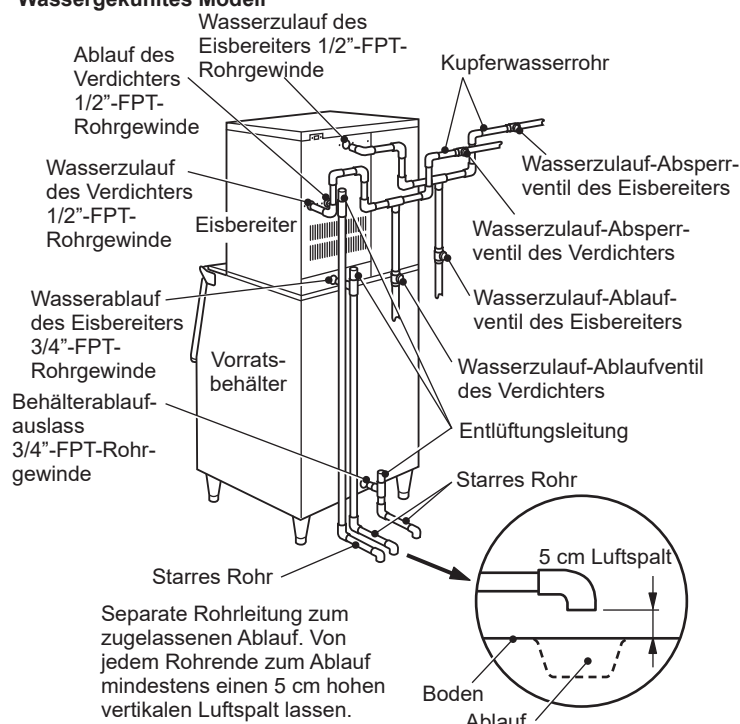

Abb. 7
- * Für den einwandfreien Ablauf ist ein belüftetes T-Stück erforderlich. Siehe Abb. 7.
- * Die Eisbereiter-Ablaufleitung muss separat von der Ablaufleitung des Eisvorratsbehälters/Eisenders geführt werden. Siehe Abb. 7.